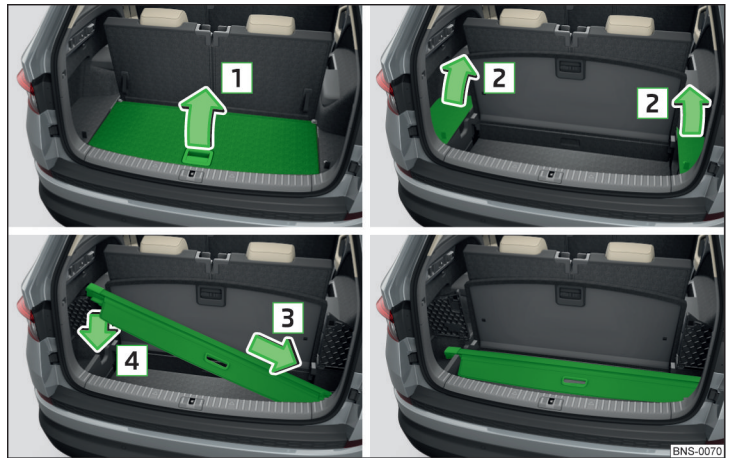

Abb. 152 Aufrollbare Abdeckung verstauen
- › Den variablen Ladeboden in Pfeilrichtung **1** anheben und in die seitlichen Vertiefungen einschieben » **Abb. 152**.